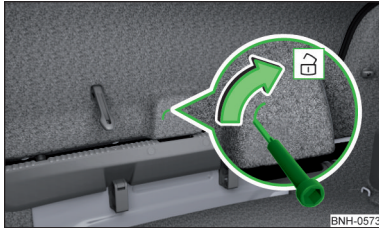

Abb. 251
- › In die Aussparung in der Klappenverkleidung » Abb. 251 einen Schraubendreher oder ein ähnliches Werkzeug bis zum Anschlag einführen.